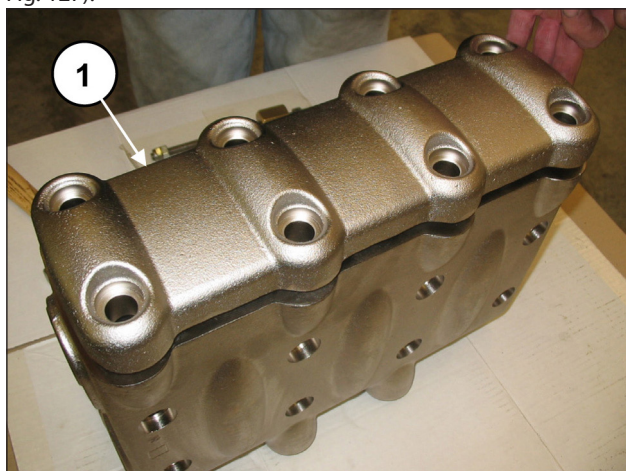
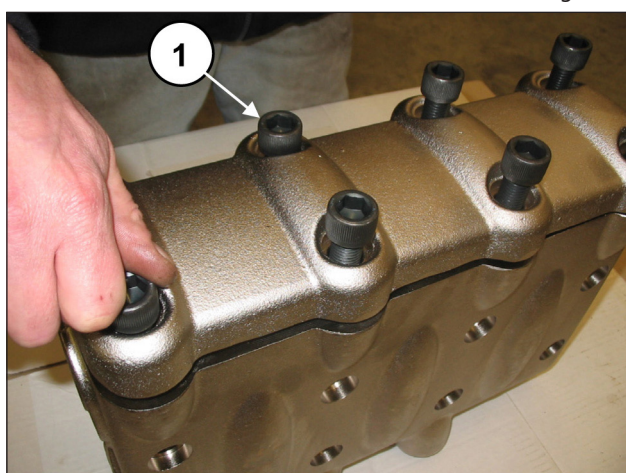

Fig. 126
Fig. 127
Depois de ter terminado com a montagem dos grupos da válvula e da tampa da válvula, aplique a cobertura da válvula (pos. ①, Fig. 126) e aperte os 8 parafusos M16x55 (pos. ①, Fig. 127).